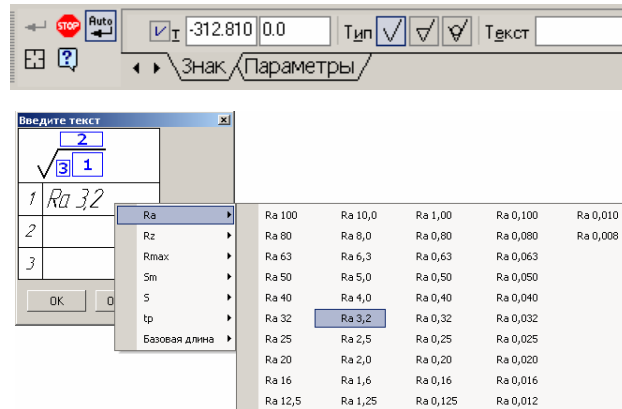

Рисунок 9.20 – Вибір параметра шорсткості
2. Вкажіть лінію, на яку треба проставити знак позначення шорсткості. На панелі властивостей клацніть у полі **Текст** (рис.9.20).